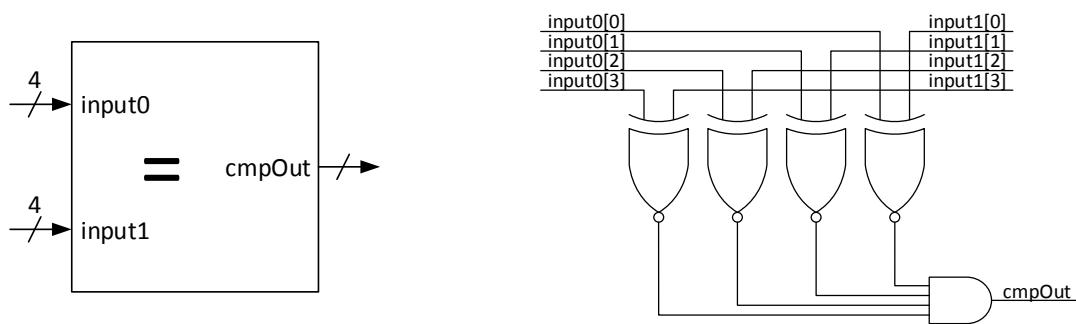
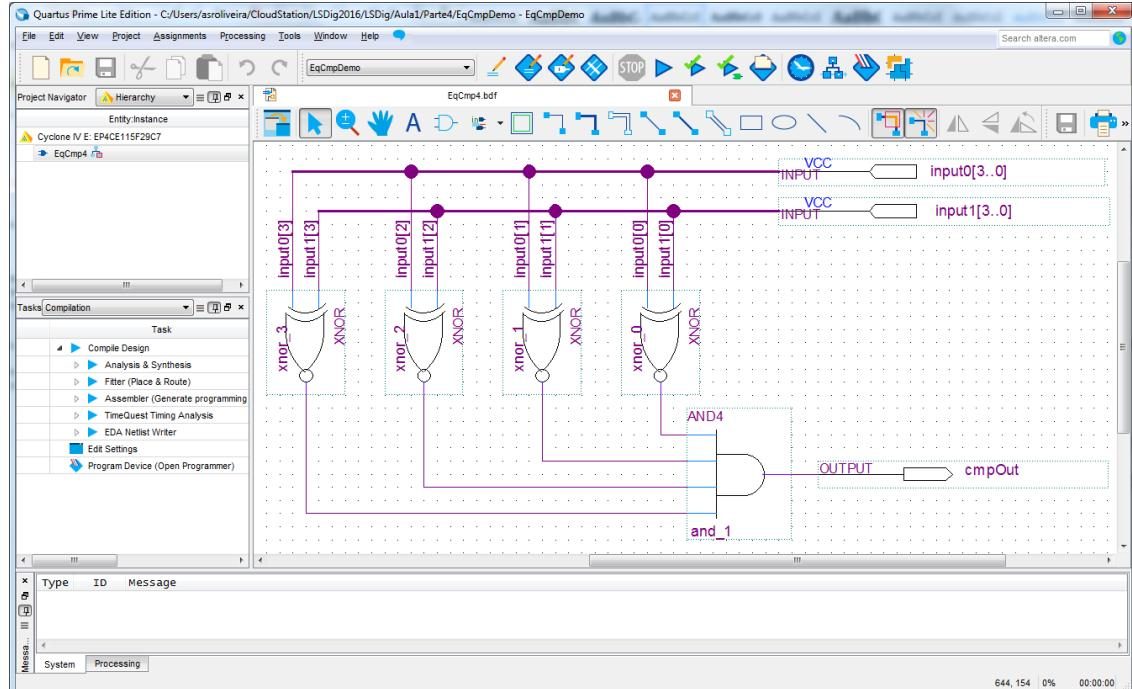

Figura 59 – Diagrama lógico do comparador de igualdade de palavras de 4 bits.
Figura 60 – Diagrama lógico do comparador de igualdade de palavras de 4 bits com interligação e identificação dos diversos elementos do circuito.
- 2.** Crie um novo ficheiro para um diagrama esquemático, chamado “EqCmp4.bdf”, para implementar um comparador de igualdade de palavras de 4 bits (Figura 59). No final da edição do esquema lógico, o circuito deve ser semelhante ao da Figura 60. Utilize os componentes “xnor” e “and4” da biblioteca do “Altera Quartus Prime” acessível através do “Symbol Tool”.